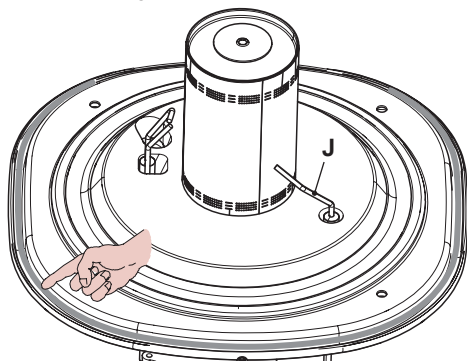

Figura 9.9
- La guarnizione in silicone della parete frontale della camera di combustione Figura 9.9 deve essere cambiata se deteriorata e comunque deve essere obbligatoriamente sostituita ogni 2 anni.
- L'elettrodo di rivelazione J in Figura 9.9 funge anche da sensore per il corretto scarico della condensa. Se tale elettrodo viene a contatto con acqua di condensa presente all'interno della camera di combustione manda in blocco di sicurezza la caldaia. Pertanto se si trova la coibentazione bagnata o deteriorata provvedere alla sostituzione.